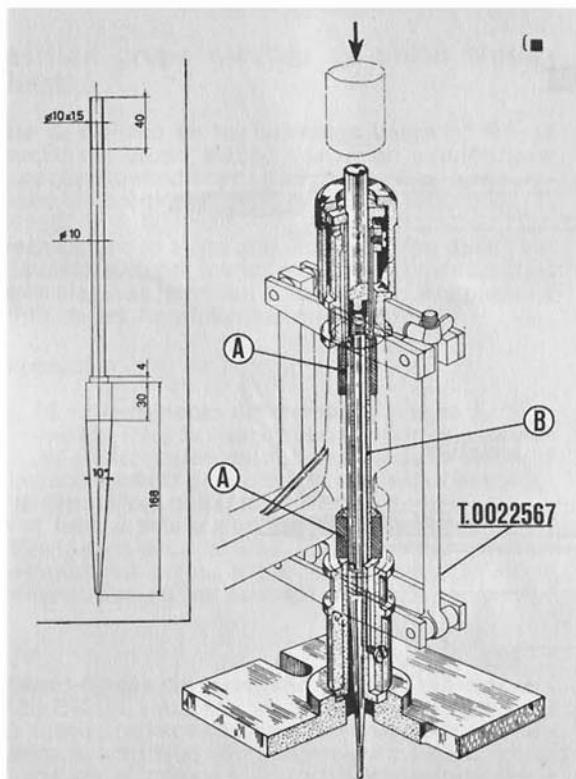

Fig. 60
2nd Operation: (Fig. 60): Slide the tube "B" onto the component 12 of the tool and secure by screwing the component 17 to the guide pin.
2.a Operación (Fig. 60): Introducir el tubo "B", en el eje (detalle 12 del útil) y fijarlo, atornillando sobre el eje el particular 17.